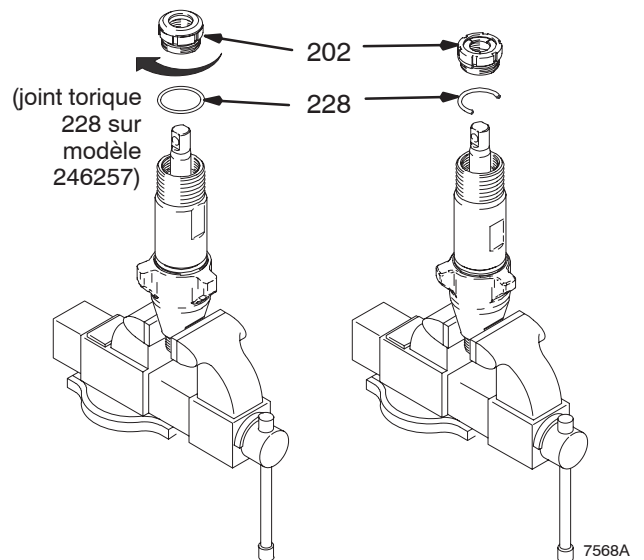

Fig. 20
Fig. 20. Serrer le joint et l'écrou du presse-étoupe (202) sur l'entretoise de réglage du presse-étoupe (228) à 100 +/- 10 in-lb (75 +/- 5 in-lb pour 246257) (140 +/- 10 in-lb pour 287814, 287815).